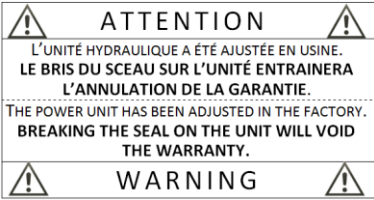

FIGURE 23 : ÉTIQUETTE ATTENTION SUR UNITÉ HYDRAULIQUE
- 6. ÉTIQUETTE ATTENTION SUR L’UNITÉ HYDRAULIQUE. VOIR **FIGURE 23**